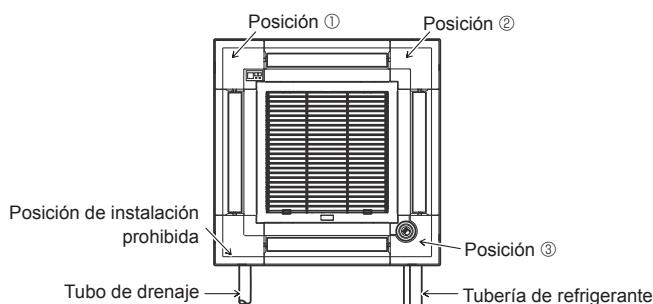

Fig. 9-11
Compruebe que los cables no queden atrapados en la cubierta de la caja eléctrica. Instale el panel angular del receptor de señales al panel y sujételo con el tornillo. El panel angular del receptor de señales no puede instalarse en el lateral del tubo de drenaje de la unidad principal. (Consulte la Fig. 9-11)
- El panel angular del i-see Sensor debería fijarse en la rejilla ① con el tornillo ③.
* Si la posición del i-see Sensor se ha cambiado de la posición por defecto (posición ③) a la otra posición, cambie la configuración de funciones. (Consulte la página 89 y la Fig. 9-11)
- El panel angular del i-see Sensor no puede instalarse en el lateral del tubo de drenaje de la unidad principal. (Consulte la Fig. 9-11)